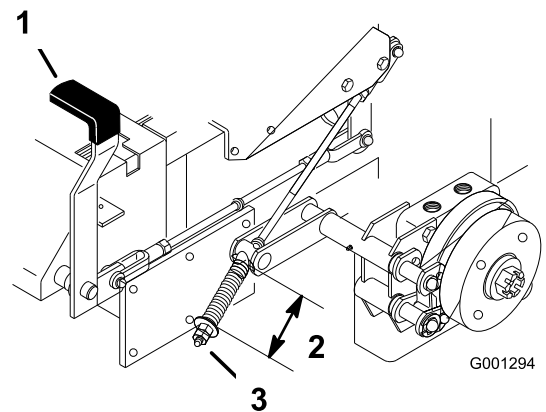

Figure 61
2. Mesurez la longueur du ressort. Les rondelles doivent être espacées de 64 mm (2-1/2") (Figure 61).
3. Si un réglage est requis, desserrez le frein de stationnement, desserrez l'écrou de blocage situé sous le ressort et réglez l'écrou directement au-dessous du ressort (Figure 61). Modifiez le serrage de l'écrou jusqu'à ce que le ressort ait la longueur voulue. Tournez l'écrou dans le sens horaire pour raccourcir le ressort et dans le sens anti-horaire pour l'allonger.